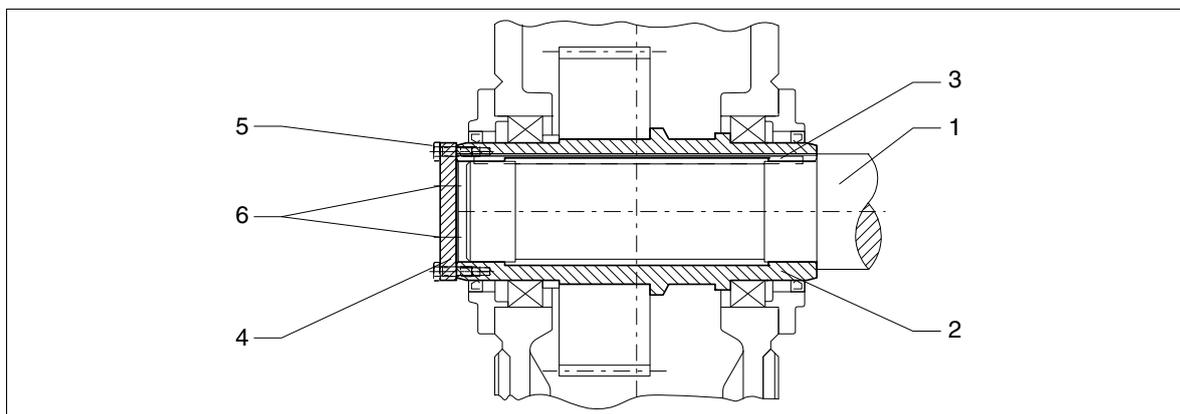

Figura 44: Albero cavo con linguetta, smontaggio mediante un fondello
- mediante viti di espulsione in un fondello (vedi figura 44) oppure